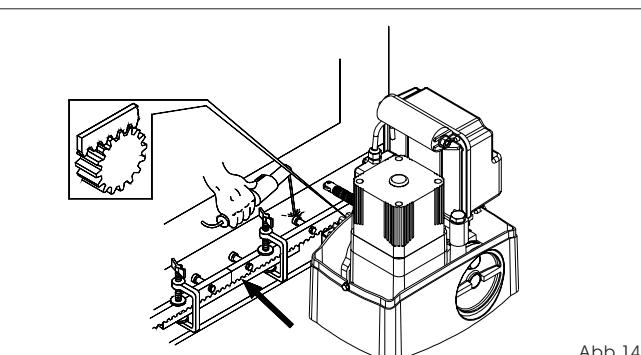

Abb.14
- Ein weiteres Element der Zahnstange an das vorherige Element anlegen, um die Verzahnung der beiden Elemente in Phase zu bringen. Dabei wird ein Stück der Zahnstange, wie in Abb. 14 gezeigt, verwendet.